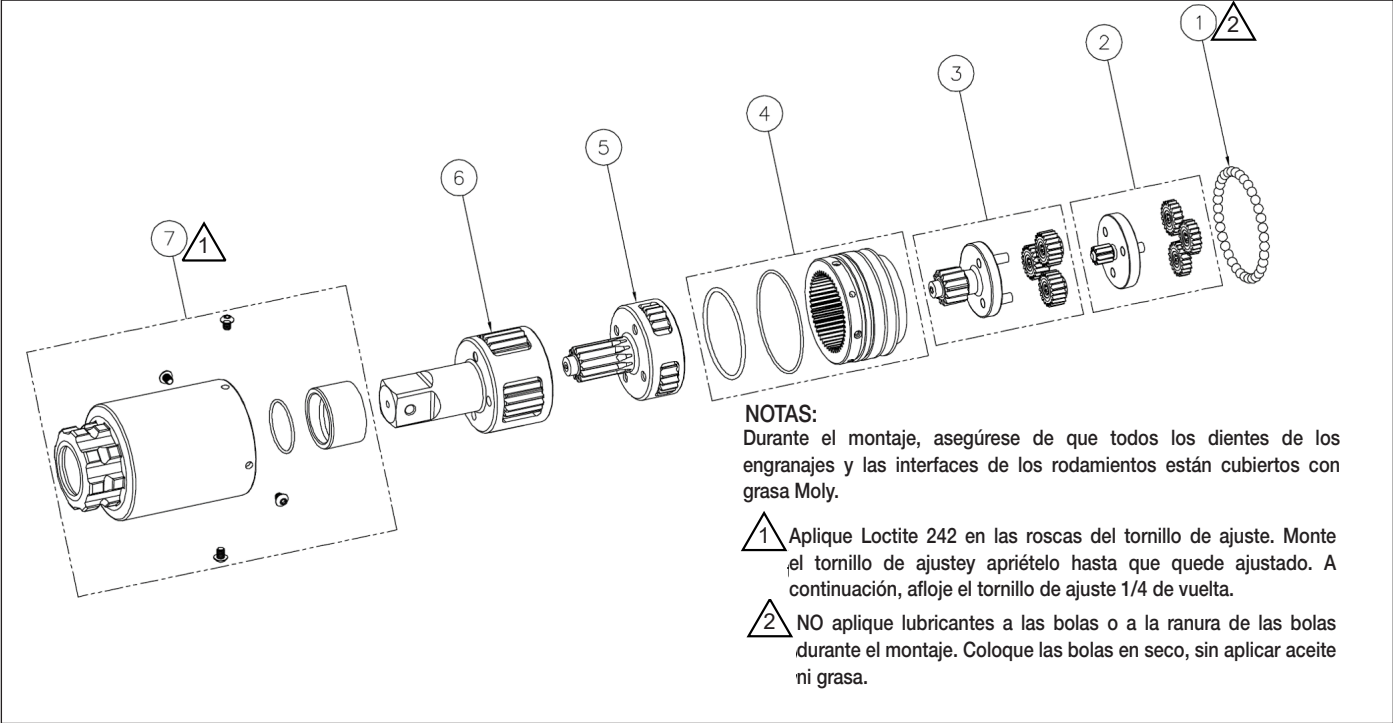

Figura 11: Conjunto de caja de engranajes TW2000SR
9.6.1 Tabla de piezas (Figura 11)